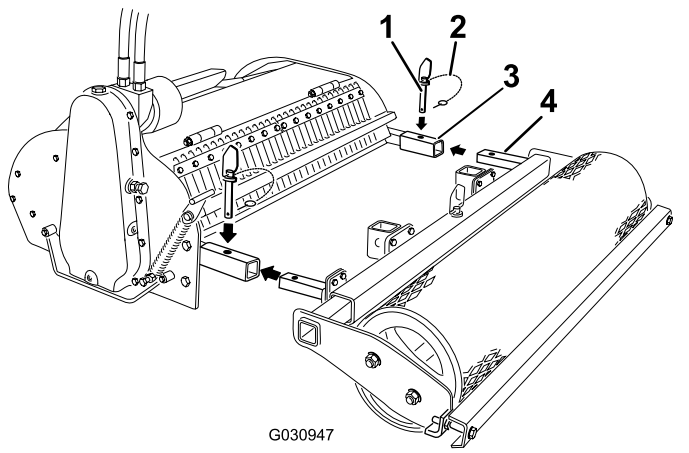

Figura 3
4. Rimuovete i perni con testa ad anello elastico dai perni conici (Figura 3).
5. Rimuovete i perni conici dai bracci del coltivatore (Figura 3).
6. Infilate i bracci sul rullo nei bracci del coltivatore e collegateli con i perni conici (Figura 3).